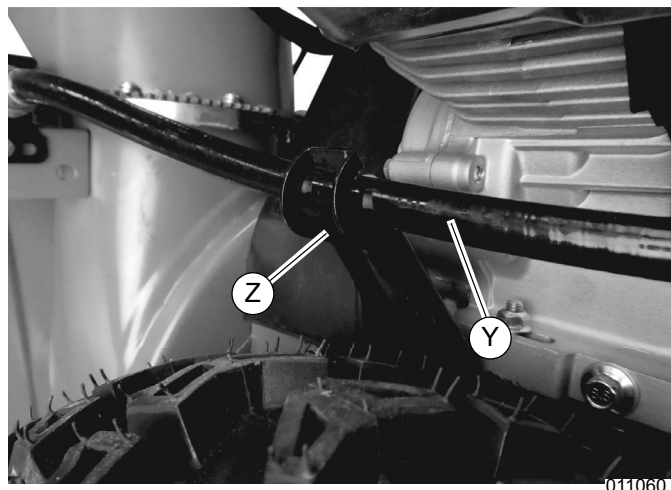

Figure 2-14. Câble de commande de rotation
15. Voir **Figure 2-14**. Placer le câble de commande de rotation (Y) dans la barrette de maintien (Z).